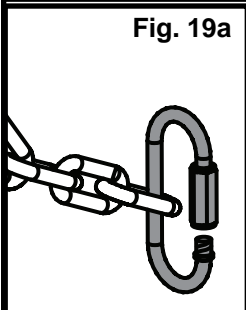

Fig. 19a
1. Attach chains to Trapeze Bar as shown in (Fig. 19a).
1. Coloque cadenas en los eslabones rápidos como se muestra en la (Fig. 19a).
1. Fixez les chaînes aux anneaux de fixation rapide comme illustré à la figure (Fig. 19a).